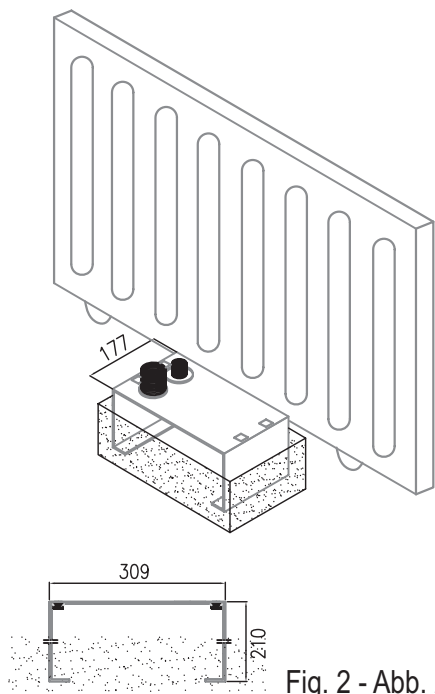

Fig. 2 - Abb. 2
1. Eseguire uno scavo di fondazione, tenendo conto delle misure della piastra di fondazione (Fig. 2).
Prestare molta attenzione al verso di montaggio. I fori per il passaggio delle canaline devono trovarsi a sinistra (fig.2).
1. Creuser un trou, en tenant compte des dimensions de la plaque de fondation (Fig. 2).
Faire très attention au sens de montage. Les trous pour le passage des gaines doivent se trouver à gauche (fig. 2).
1. Efectúe una excavación de cimentación, teniendo en cuenta las medidas de la placa de cimentación (Fig. 2).
Preste mucha atención al sentido del montaje. Los orificios para el paso de los canales tienen que encontrarse a la izquierda (fig. 2).
1. Dig a foundation hole, taking into consideration the dimensions of the foundation plate (Fig. 2).
Take particular care of the assembly direction. The holes for the passage of the channel must be on the left (fig. 2).
1. Unter Berücksichtigung der Abmessungen der Fundamentplatte (Abb. 2) ein Fundament ausgraben.
Den Montagesinn genau beachten. Die Löcher zum Durchführen der Kanäle müssen sich links befinden (Abb. 2).
1. Maak een funderingspunt en houd daarbij rekening met de afmetingen van de funderingsplaat (afb. 2).
Let heel goed op de richting van montage. De boringen waar de kabelgootjes doorheen moeten lopen, moeten zich links bevinden (afb.2).